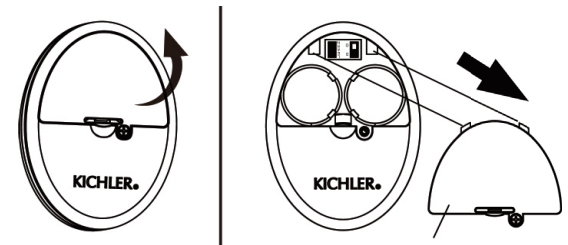

Fig. 29
Sinon, la télécommande ne fonctionnera pas. Pour effectuer ce processus manuellement, suivez les étapes ci-dessous : Après l'installation et le câblage de l'unité, rétablissez l'alimentation de votre ventilateur, appuyez sur la touche « LEARN » et maintenez-la enfoncée pendant 1 à 3 secondes, le ventilateur se mettra en marche à vitesse moyenne et la lumière (si installée) s'allumera. Cela confirme que le processus d'apprentissage est terminé. Cette opération doit être effectuée dans les 30 secondes suivant la remise sous tension du ventilateur. (Fig. 29)
**REMARQUE :** Assurez-vous que l'interrupteur à glissière dans le compartiment à piles marqué « D O » est en position « D ». (Fig. 29)
**Étape 4.** Remettez le couvercle de la pile et serrez avec un tournevis. (Fig. 29)